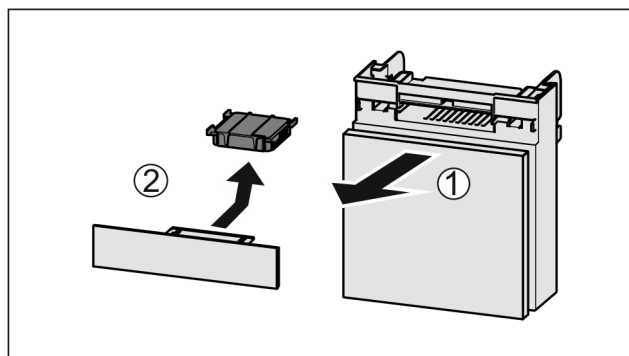

Fig. 272
- Zásuvku vytáhněte dopředu Fig. 272 (1).
- Filtr s aktivním uhlím vyjměte Fig. 272 (2).